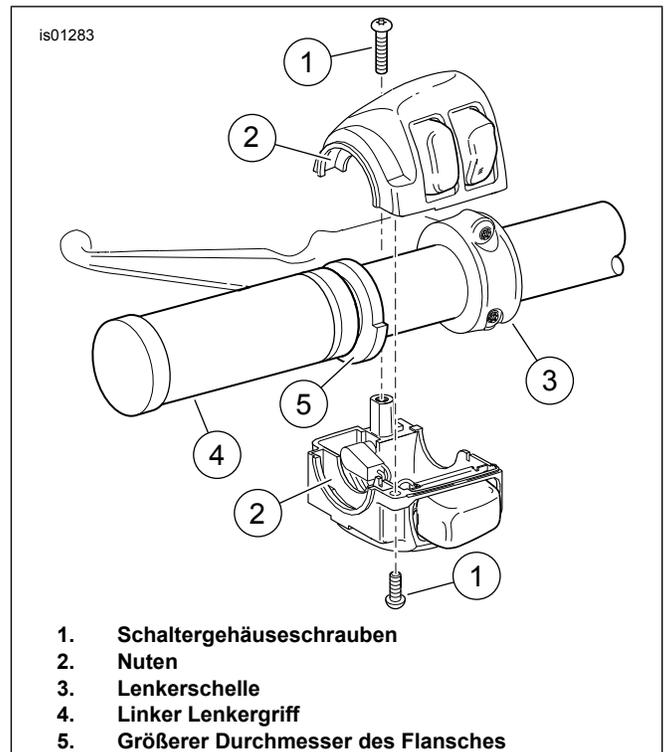

Abbildung 4. Linkes Lenkerschaltermengehäuse
3. Siehe Abbildung 4 >. Den linken, beheizten Griff (4) so in Stellung bringen, dass sich das größere Durchmesserstück des Flansches (5) unten befindet. Den Griff bis zum Anschlag auf den Lenker schieben.
4. Das untere Schaltermengehäuse so unter den Griff setzen, dass die Nuten (2) an der Außenseite des Schaltermengehäuses über den Flansch am Griffende passen.
14. Siehe Abbildung 4, die die ähnliche linke Schalterbefestigung zeigt. Das untere Schaltermengehäuse so unter den Griff setzen, dass die Nuten (2) an der Außenseite des Schaltermengehäuses über den Flansch am Griffende passen.